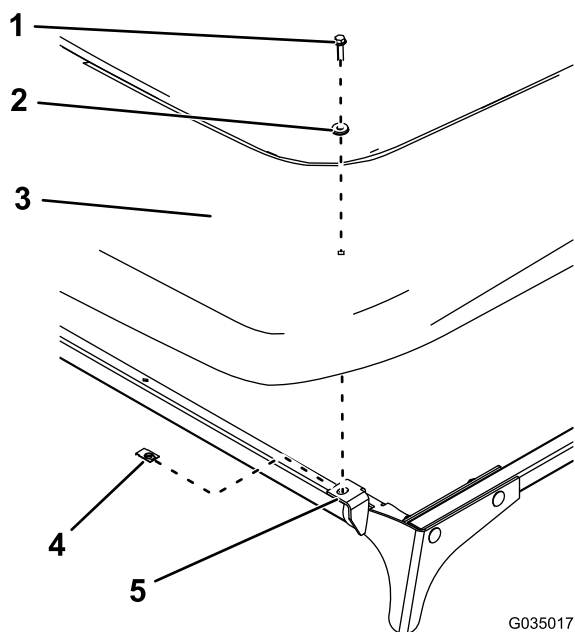

图15
16. 如图15所示, 用 2 个夹子、2 个密封垫圈和 2 个六角头螺栓 (1/4 x 1 英寸) 将遮阳篷安装到前安装板上。